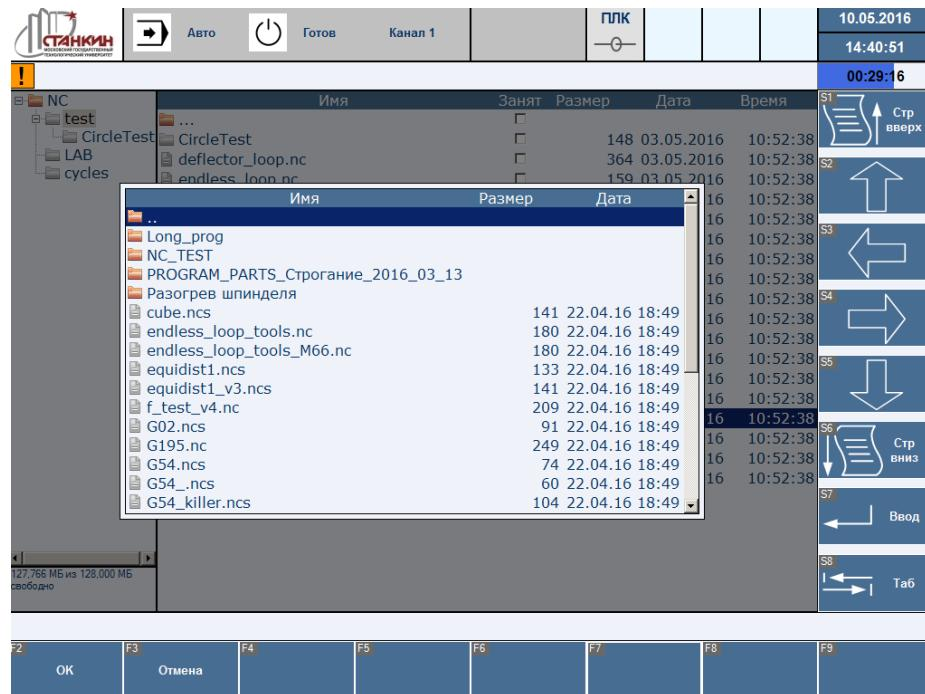

Рисунок 22 – Окно диалога копирования файлов в станок
- F7 – копирование файлов и папок с жёсткого (либо сменного) диска в файловую систему станка. Вызывает окно диалога копирования файлов (Рисунок 22).